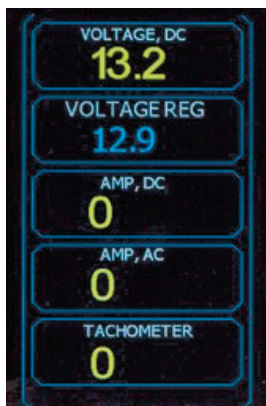

Рис. 11. MS004COM
- **«VOLTAGE REG»:** индикатор задаваемого напряжения генерации (только для генераторов без реле-регулятора) **(Рис. 11)**.